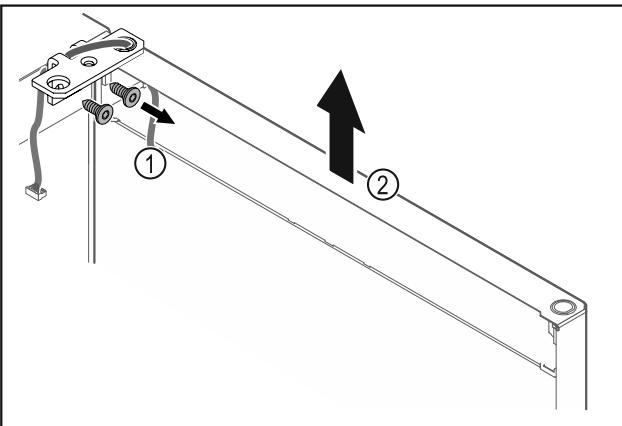

Fig. 21
- Відкрутити шарнірний кутик Fig. 21 (1).
- Дверцята з шарнірним кутиком Fig. 21 (2) приблизно на 200 мм прямо підняти вгору і зняти.